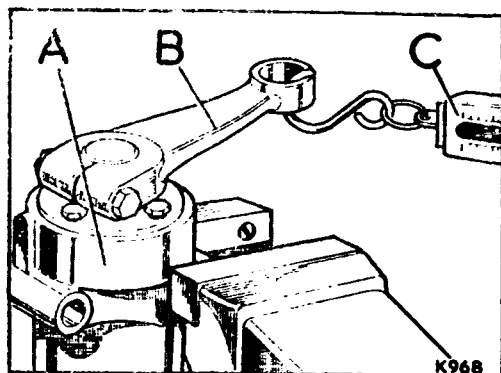

Fig. 61-78.- Comprobación de la resistencia al giro del brazo de la unidad compensadora.
- 3.19.- Colocar la unidad compensadora en un tornillo de banco y fijar, provisionalmente el brazo superior y, usando un dinamómetro de muelle, se comprobará la resistencia al giro del eje, la cual debe estar entre 12 lb/ (5,4 kg) y 16 lb (7,3 kg) (Fig. 61-78).